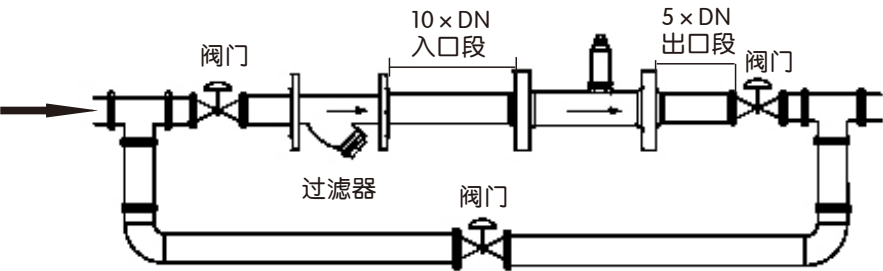

图 4-7 安装场所示意图
- 水平安装传感器要求管道不应有目测可察觉的倾斜（一般在5° 以内），垂直安装传感器管道垂直度偏差亦应小于5°。在不能停流的场所，应装旁通管和可靠的截止阀（见图4-7），测量时要确保旁通管无泄漏。